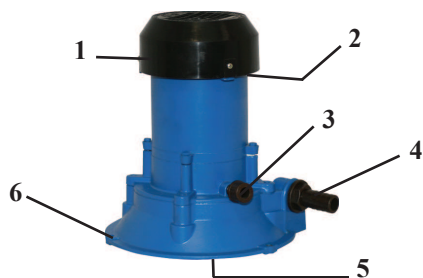

рис. 1
4.1 Общий вид насоса схематично представлен на рис. 1